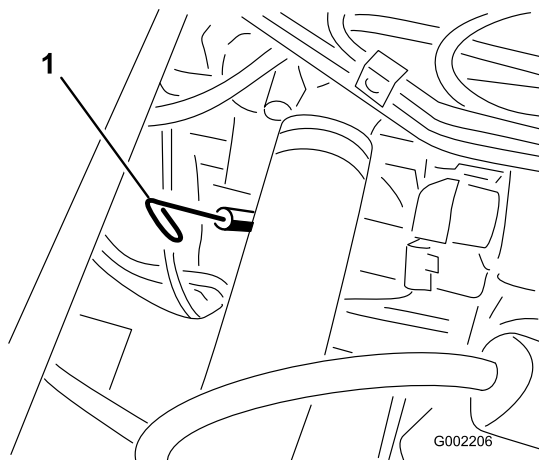

Figure 39
- Retirez la jauge, située sous le siège du passager, et essuyez-la sur un chiffon propre (Figure 39). Remettez la jauge dans le tube en l'enfonçant au maximum. Sortez de nouveau la jauge et vérifiez le niveau d'huile.
13. Retirez le bouchon de remplissage et versez lentement environ 80% de la quantité d'huile spécifiée dans le moteur par l'orifice de remplissage (Figure 39).